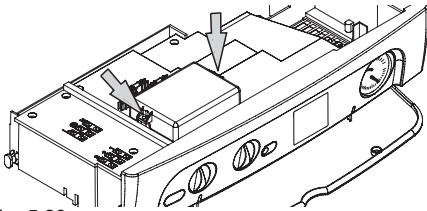

Fig. 5.23
- Togliere le due viti indicate in Fig. 5.23 e aprire il coperchio della morsettiera collegamento sonda esterna.